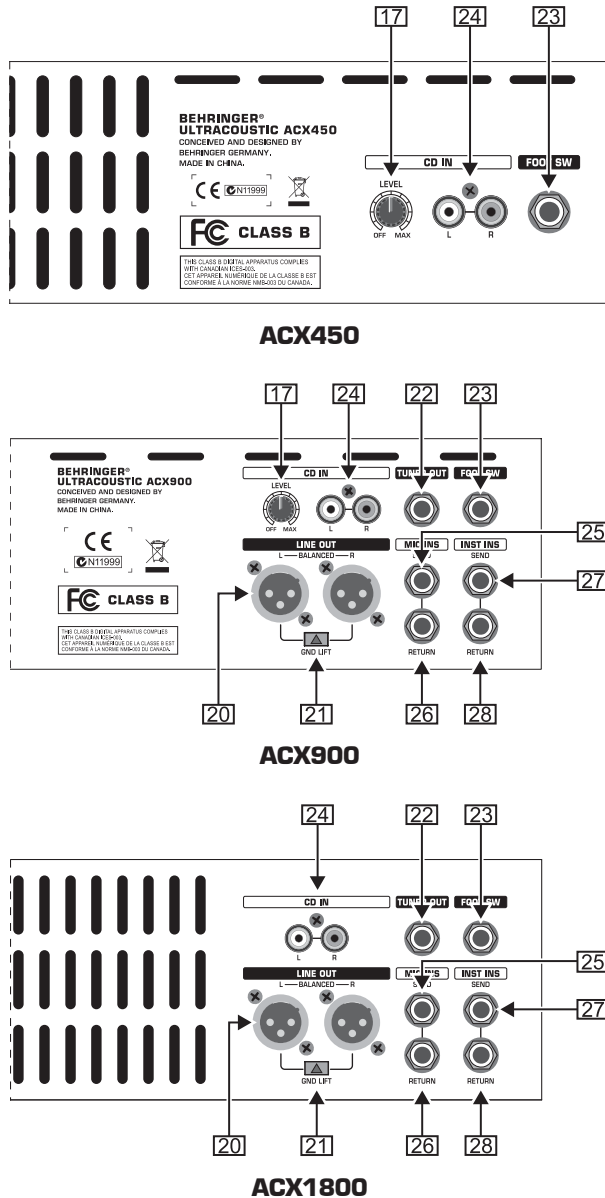

Fig. 2.2: Tilslutninger på bagsiden
- [17] **ULTRACOUSTIC** har en **CD**-indgang på bagsiden. Med **CD-LEVEL**-kontrollen i master-sektionen (kun **ACX1800**) regulerer du lydstyrken på det signal, der er sluttet til **CD**-indgangen. På **ACX900** og **ACX450** sidder denne kontrolknap på bagsiden (se fig. 2.2).